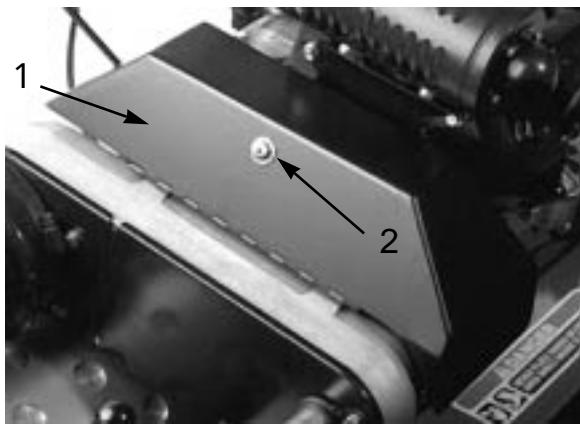

図39
2. Vベルト・カバーのリテーナをゆるめ、カバーを開く（図39）。